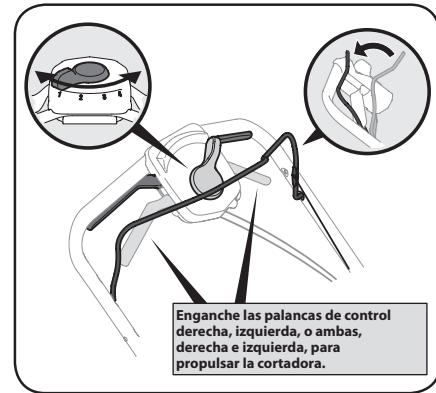

Figura 3-2
- Una vez que el motor esté funcionando y mientras sigue oprimiendo el control de la cuchilla, apriete cualquiera de los controles de la transmisión (o ambos) contra la manija superior para impulsar la cortadora. Consulte la Figura 3-2.